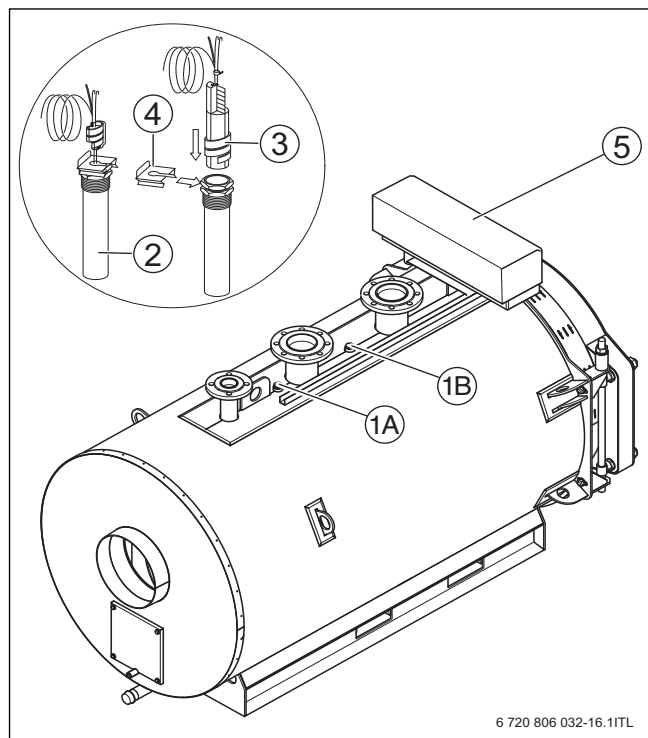
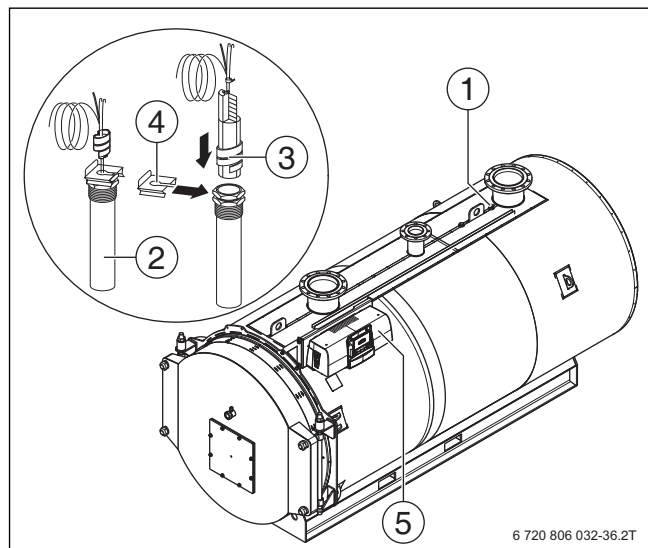

Рис. 24 Установка комплекта датчика температуры SK655/SK755
Рис. 25 Установка комплекта датчика температуры SK655/SK755
Датчики предохранительного ограничителя температуры (STB) и регулятора температуры (TR) **должны** устанавливаться в точке замера на верхней стороне котла (→ рис. 24 и рис. 25).
- ▶ Вставьте комплект датчика (→ рис. 24, стр. 22, [3]) до упора в гильзу [1].